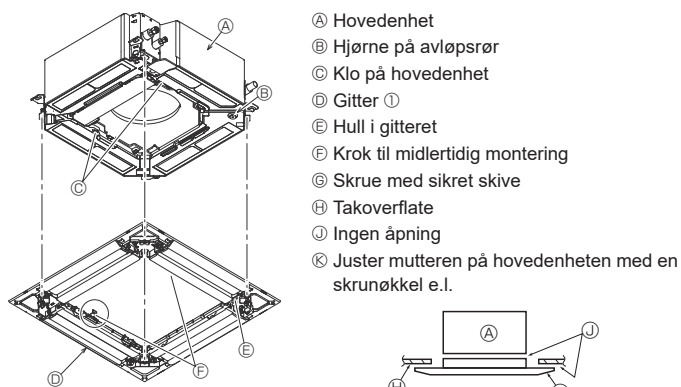

Fig. 9-6
9.4.2. Midlertidig montering av gitteret (Fig. 9-6)
- Fest gitteret på hovedenheten ved å stramme de forhåndsmonterte skruene. (Fig. 9-6)
Sørg for at det ikke er noen åpninger mellom hovedenheten og gitteret eller mellom gitteret og takoverflaten. (Fig. 9-6)